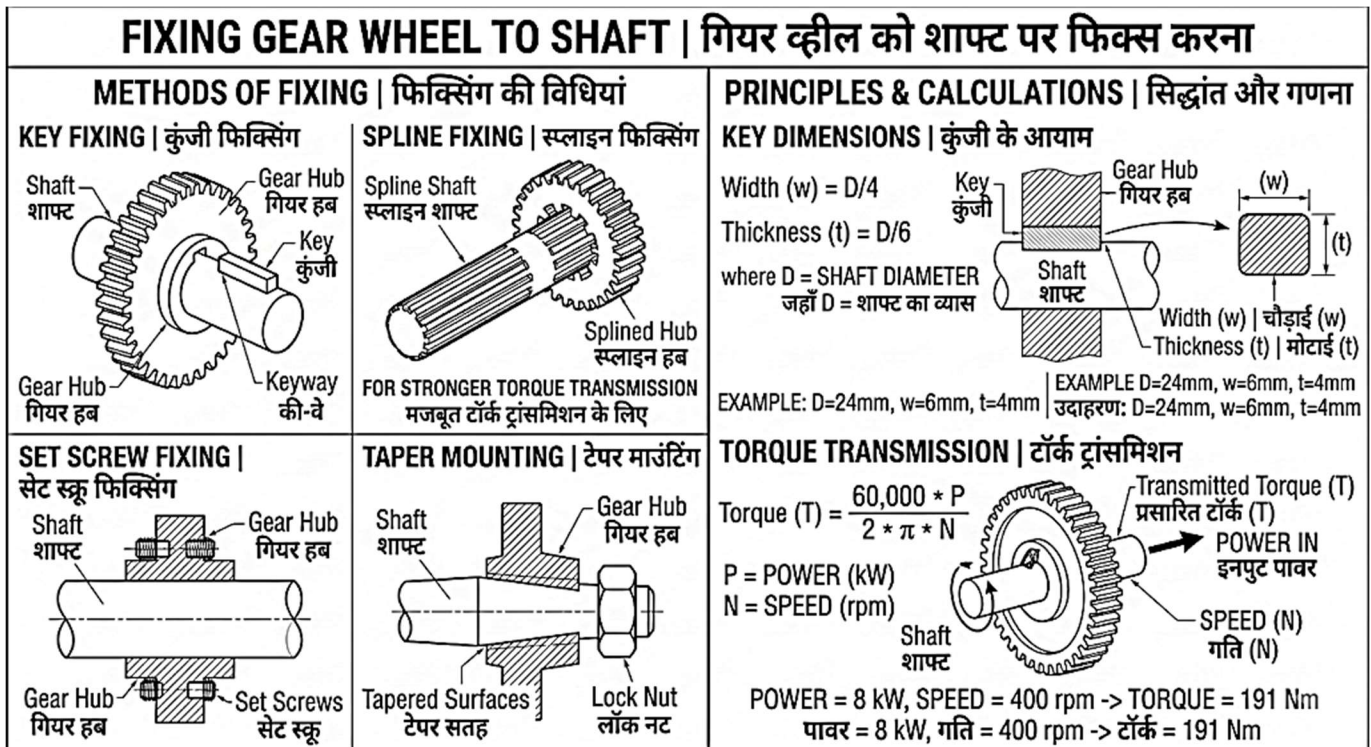

Fig.5.9: Methods of Fixing Gear Wheels to Shafts | गियर व्हील को शाफ्ट पर फिक्स करने की विधियाँ
5.9.1 Introduction to Gear Wheel Fixing (Fig.5.9)
5.9.1 गियर व्हील फिक्सिंग का परिचय (Fig.5.9)